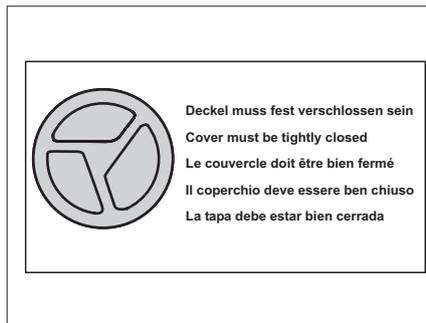

Fig. 96 Panneau d'avertissement du couvercle de fermeture
- ▶ Vérifiez avant le trajet si les deux couvercles de fermeture sont fermés. Tenir compte du panneau d'avertissement (Fig. 96).